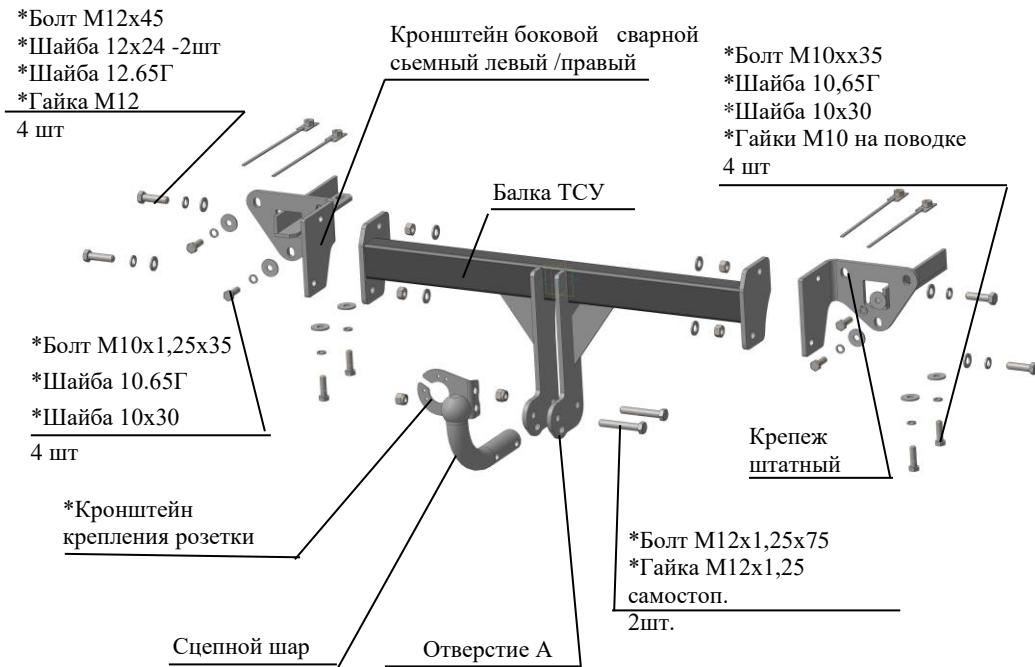

Рис.1 Тягово-сцепное устройство 8502 .
2.1 ТСУ 8502 в сборе (рис.1)	1 шт.
2.2 Пакет с комплектующими (см. рис.1) Защитный колпак	1 шт.
4.2 Установить боковые сварные съемные кронштейны в лонжероны а/м (правый и левый соответственно рис.1), закрепить болтами M10x35, подложив под головки болтов шайбы 10.65Г и шайбы 10x30, используя гайки M10 на поводках, а к фартуку а/м закрепить штатным крепежом (см.рис.1) и болтами M10x1,25x35, используя гайки штатные и подложив под головки болтов шайбы 10.65Г и шайбы 10x30. Крепеж не затягивать.